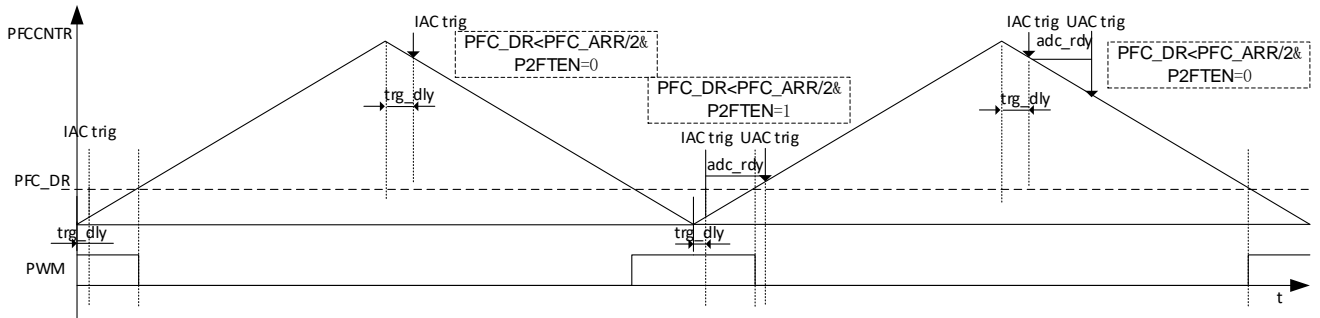

图 13-6 PWM 输出与 IAC/UAC 采样时机图
- 如图 13-6 所示，PFC 使能后，P2FTEN 和 PFC\_DR 决定触发方式。PFC\_DR < PFC\_ARR/2 时，如果 P2FTEN=0 则在 PFCNTR 向下计数时采样，当 PFCNTR 计数到 (PFC\_ARR - PFC\_TRGDLY\*8) 时触发采样；如果 P2FTEN=1 则在 PFCNTR 向上计数时采样，当 PFCNTR 计数到 (PFC\_TRGDLY\*8) 时触发采样。PFC\_DR ≥ PFC\_ARR/2 时固定在 PFCNTR 向上计数时采样，当 PFCNTR 计数到 (PFC\_TRGDLY\*8) 时触发采样